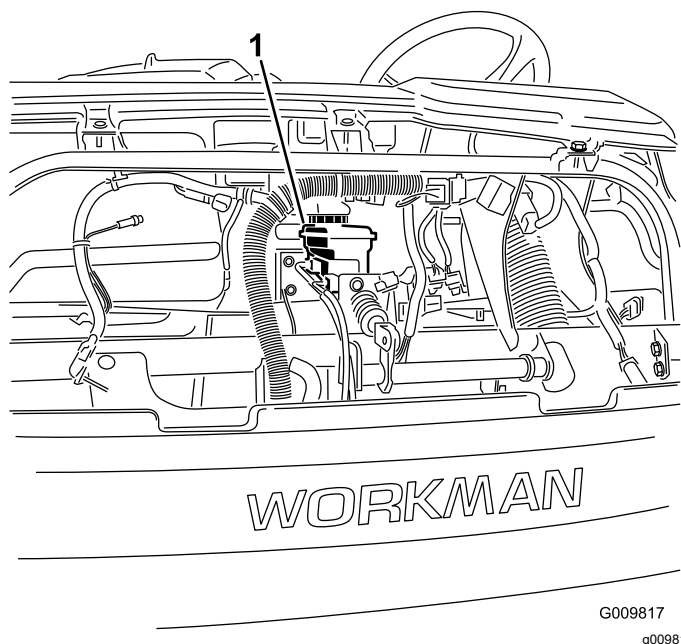

Figura 57
4. Eleve el capó para acceder al cilindro del freno principal y al depósito (Figura 57).